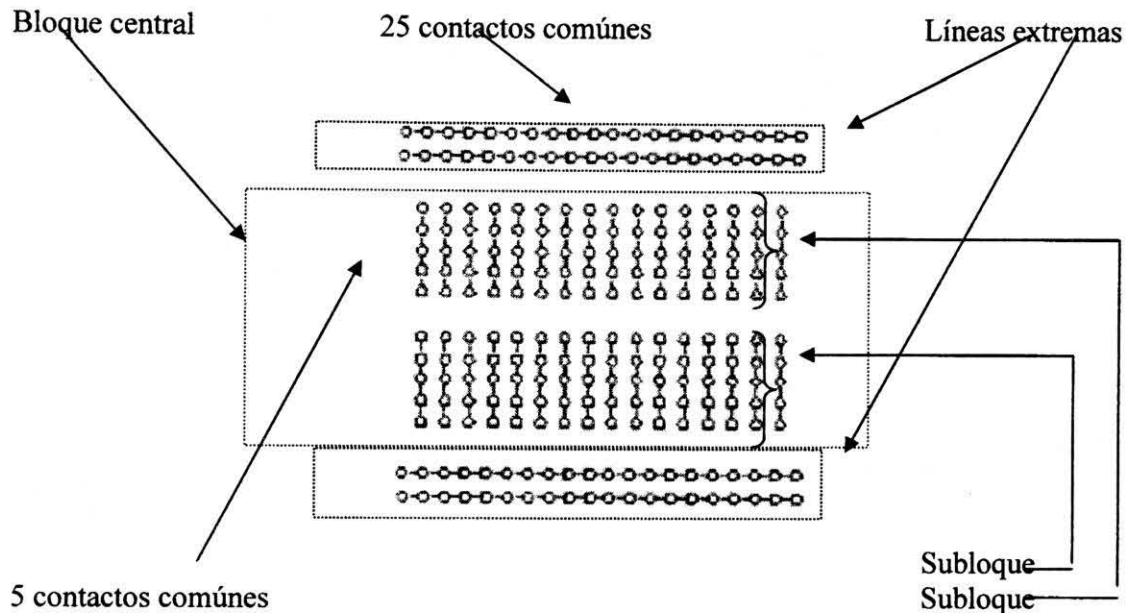

Figura 2.3. Arquitectura interna del protoboard
La figura 2.2 es una representación gráfica del protoboard y a partir de ella mostramos en la figura 2.3 su arquitectura interna.
Como se puede observar (ver figura 2.3) el protoboard básicamente está dividido en grupos de contactos, esto es:
- Líneas extremas. Estas líneas están formadas por un total de 8 grupos de 25 contactos con conexión común (la figura 2.3 muestra únicamente 4 grupos).